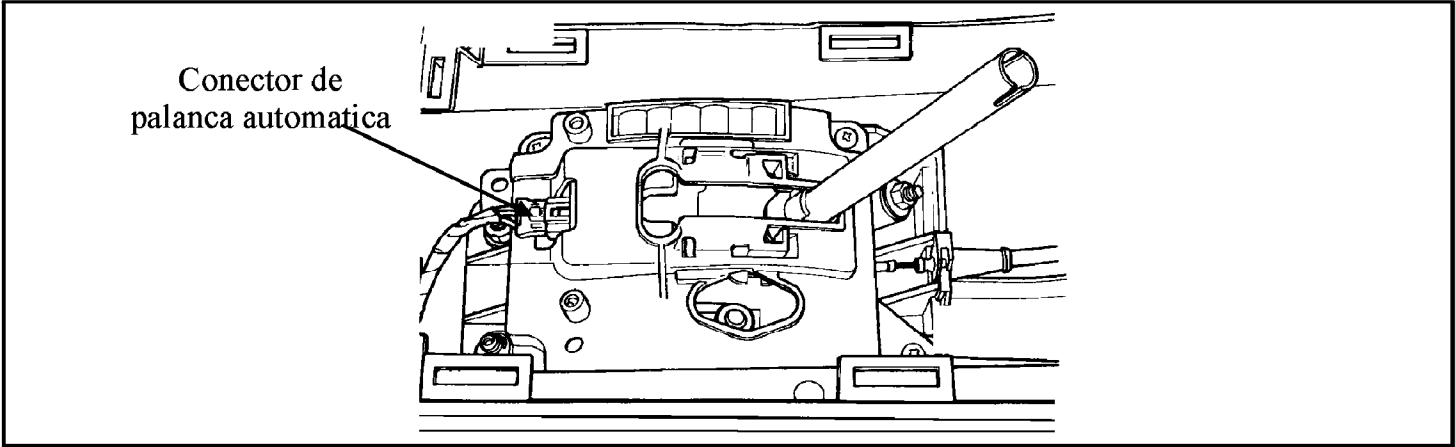
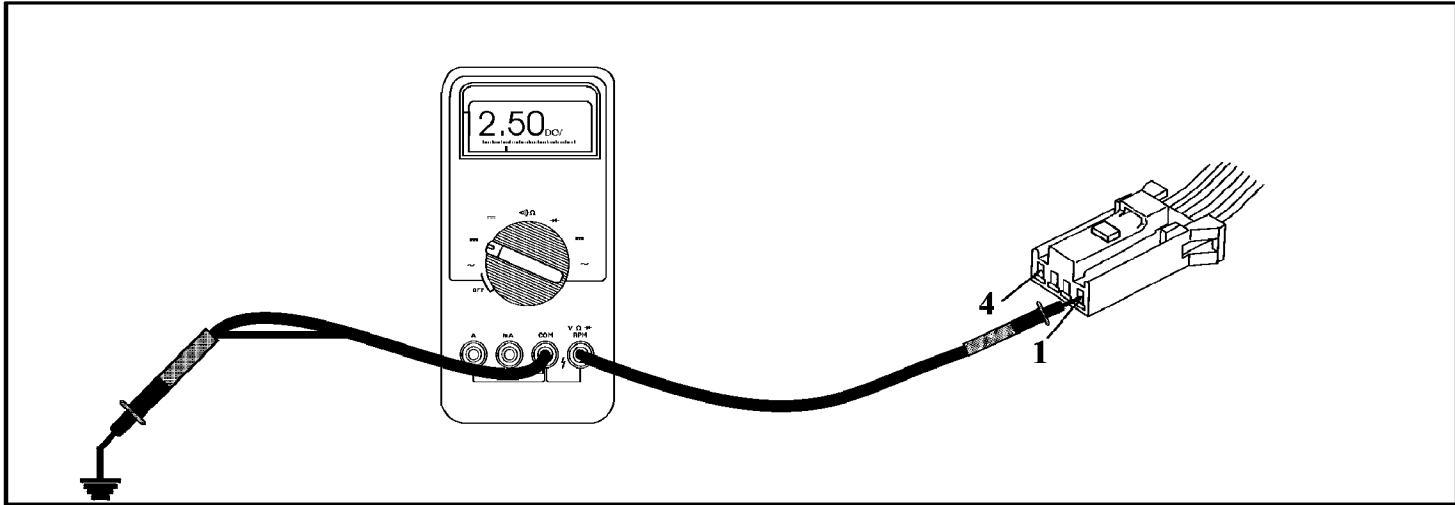

Figura 66
Figura 67
-  • Localize y desenchufe el interruptor de la palanca automatica que está en la consola central (Vea la figura 66). Ponga la la llave en contacto y coloque el cable negativo de su voltímetro a tierra. Con el cable positivo mida el voltage en el terminal 1 del conector (Vea la figura 67). Si hay voltaje, vaya al proximo paso. Si no hay voltaje, sospeche un fusible quemado. En los modelos LH revise el fusible # 7, en los demás modelos revise el # 11. En caso de que el fusible no esté quemado, busque una avería en el alambre que va desde el fusible hasta el terminal 1 y reparela o reemplaze el alambre.